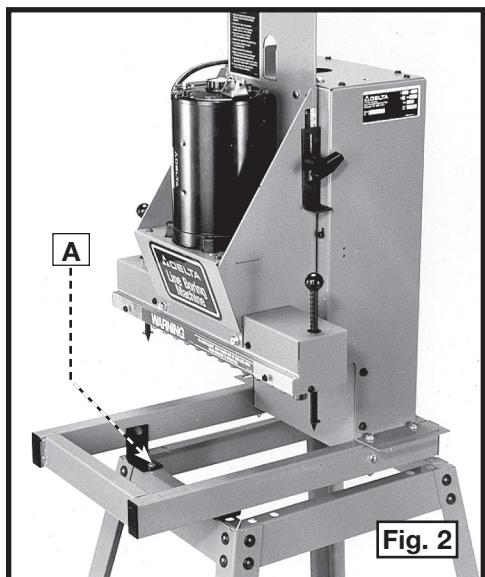

Fig. 2
Installez la machine sur la plateforme en suivant la figure 2 comme guide. Alignez les quatre trous sur la machine sur les quatre trous sur la plateforme. Insérez une vis à tête hexagonale de 19 mm (3/4 po) dans la partie supérieure de la machine puis dans la plateforme. Placez une rondelle plate de 5/16 sur la vis à tête hexagonale de 19 mm (3/4 po) (A), fig. 2, puis une rondelle de blocage de 5/16. Insérez un écrou de 5/16-18 sur la vis à tête hexagonale puis serrez fermement. Répétez cette procédure pour les trois autres trous.